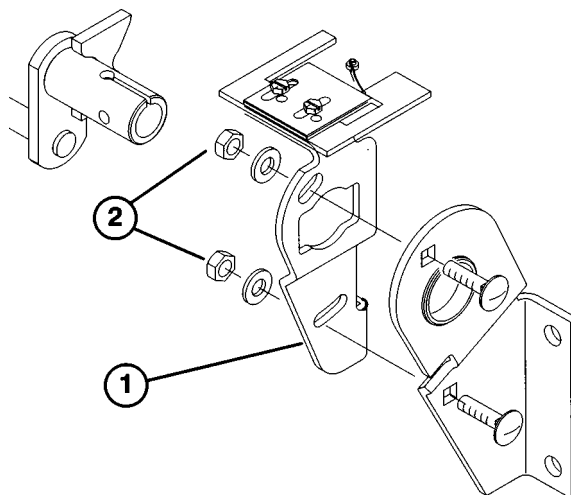

Figure 28
4. Desserrer les deux écrous de blocage de la plaque de la pompe pour lui permettre de bouger (Fig. 28).
5. Mettre le moteur en marche et faire tourner la plaque de la pompe (Fig. 28) dans l'un ou l'autre sens jusqu'à ce que la roue arrête de tourner.
6. Arrêter le moteur et serrer les écrous de blocage pour fixer la plaque en position (Fig. 28).